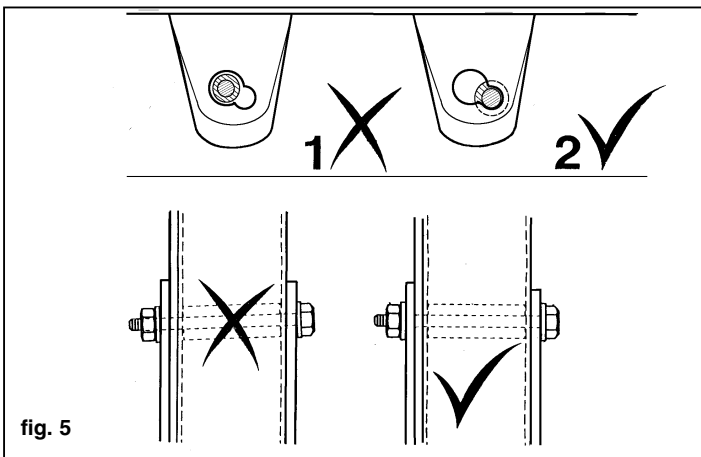
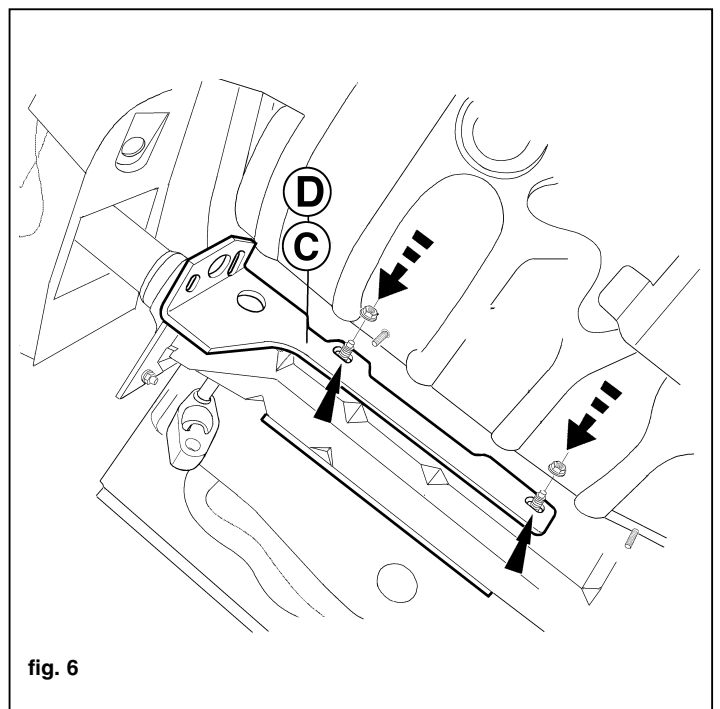
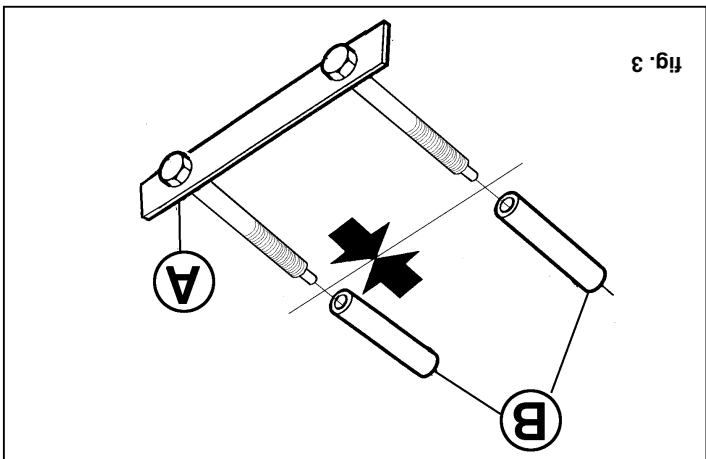

fig. 5
fig. 6
fig. 3
2. Kontraplatten A met afstandsbussen en bouten M10x115 overeenkomstig fig.3 t/m fig.5 aanbrengen. Let er op dat de bouten zich op de juiste plaats bevinden. Breng de zijplaten C en D overeenkomstig fig.6 aan en plaats de moeren. Trekhaak tussen bumperbinnenwerk en achterwand aanbrengen. Bevestig ter plaatse vier bouten M10x45 inclusief moeren.
2. Apply back plates A with spacers and M10x15 bolts, as indicated in figures 3-5. Make sure the bolts are in the proper place. Fit the side plates C and D as shown in fig. 6 and position the nuts. Position the tow bar between the bumper's inner fittings and back panel. Attach four M10x45 (10.9) bolts there, including nuts.
2. Gegenplatten A mit Distanzhülsen und M10x115-Schrauben gemäß Abb. 3 bis Abb. 5 anbringen. Achten Sie darauf, dass sich die Schrauben an der richtigen Stelle befinden. Die Seitenplatten C und D gemäß Abb. 6 befestigen und die Muttern anlegen. Anhängervorrichtung zwischen der Stoßstangeninnenverkleidung und der Rückwand anbringen und mit vier M10x45 (10.9)-Schrauben einschließlich Muttern befestigen.
2. Monter les contreplaques A avec les entretoises et les boulons M10x15 conformément aux figures 3 à 5. Veiller à ce que les boulons se trouvent à la bonne place. Monter les plaques latérales C et D conformément à la figure 6 et placer les écrous. Monter l'attache-remorque entre la garniture du pare-chocs et la paroi arrière. Fixer à cet emplacement quatre boulons M10x45 (10.9), écrous inclus.
2. Anbringa motbrickorna A med distansbussningar och skruvar M10x115 enligt fig.3 tom fig.5. Se till att skruvarna sitter på rätt plats. Anbringa sidoplattorna C och D enligt fig.6 och placera muttrarna. Anbringa dragkroken mellan kofångarens innanmäte och bakväggen. Montera där fyra skruvar M10x45 (10.9) inklusive muttrar.
2. Anbring spændpladerne A med atstandsror og bolte M10x115 ifølge fig. 3 tm fig. 5. Vær opmærksom på, at boltene er anbragt på de rette steder. Anbring sidepladerne C og D ifølge fig. 6 og monter møtrikkerne. Monter anhængetrækkeret mellem kotangerens inderside og bagvæggen med fire bolte M10x45 (10,9) inklusiv møtrikker.